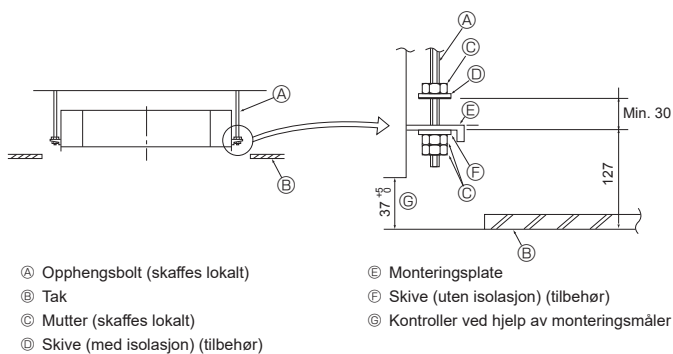

Fig. 4-5
4.5. Enhetsopphevsprosedyrer (Fig. 4-5)